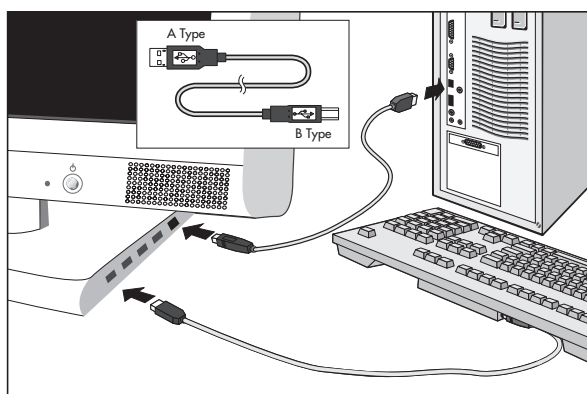

Figure F.1/G.1
6. Branchez le connecteur USB de série B du câble USB en amont sur le port USB à le côté droit du moniteur et le connecteur USB de série A du câble USB en aval sur le port USB de l'ordinateur (Figure F.1). Si vous utilisez le corde USB de l'expédient usage un d'en amont sur le port le moniteur de la côte (Figure G.1).